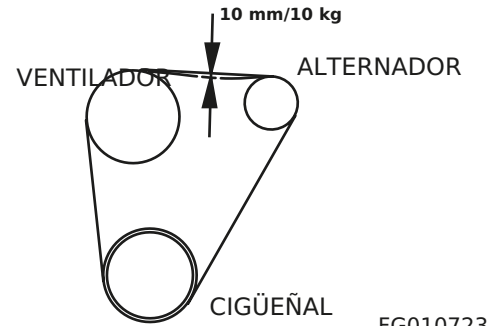

Figura 46
2. Con el motor apagado, verifique la tensión del ventilador cortando hacia abajo para la correa, a la mitad entre la polea del ventilador y la polea del alternador. La correa debe flexionarse aproximadamente 10 mm (0,4 pulg.). Ver Figura 46. Para ajustar la correa, afloje los pernos de ajuste del alternador.